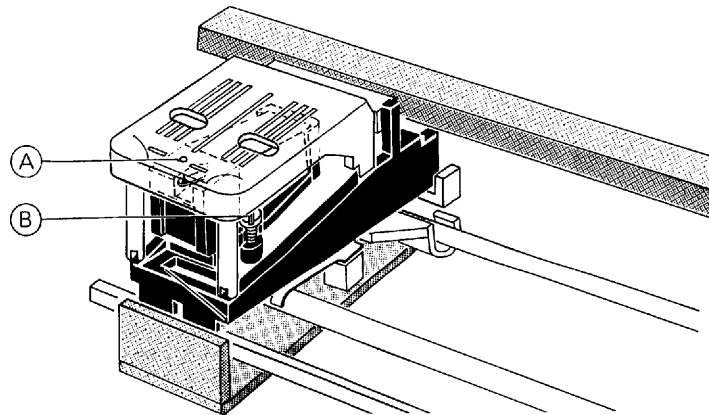

Fig. 4
- Einstellehre auf Tonarm aufstecken (Fig. 4)
- Snap alignment gauge into place (fig. 4)
- Placez le gabarit sur le bras de lecture (fig. 4)
– Tonabnehmer so justieren, dass die Nadelspitze genau im Zentrum des kleinen Loches (A) auf der Einstellehre erscheint und der Tonabnehmer parallel zu den roten Linien verläuft
– Die beiden Befestigungsschrauben (B) festdrehen
– Position the cartridge so that the stylus appears exactly centered in the small hole (A) of the alignment gauge while adjusting the cartridge body parallel to the red lines
– Now tighten the two mounting screws (B), taking care not to shift the cartridge
– Ajustez le phonocapteur de façon à ce qu'il soit parallèle aux lignes rouges et que sa pointe de lecture apparaisse exactement au centre du trou (A)
– Serrez les deux vis de fixation (B)